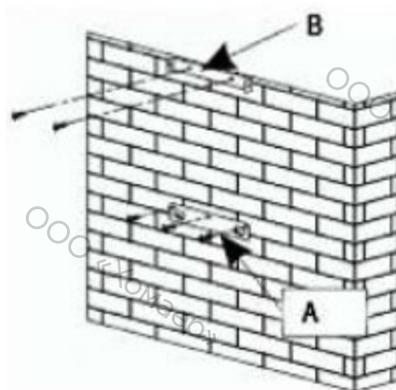

рис. 3
- Разметьте на стене местоположение для 3 отверстий, которые необходимо будет просверлить, при помощи входящего в комплект крюка для подвешивания прибора и соблюдая рекомендованное расстояние (рис. 3).
- Установите кронштейн для крепления прибора и проверьте, чтобы он был установлен идеально ровно (рис. 3).
- Рассчитайте окончательную высоту установки U-образной скобы для крепления короба (рис. 3).
- Просверлите 2 отверстия диаметром 8 мм и установите скобу для крепления короба. Обратите внимание, что она должна быть расположена по одной оси с прибором (рис. 3).